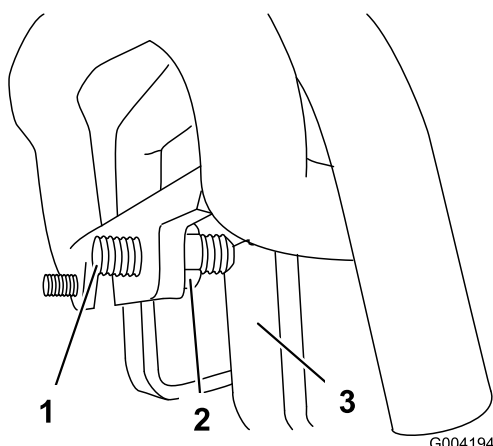

Figura 61
3. Si la unidad de tracción se desvía a la **izquierda**, afloje la contratuerca de la **derecha** y ajuste el tornillo de fijación de desplazamiento en la parte delantera del control de tracción (**Figura 61**).
4. Si la unidad de tracción se desvía a la **derecha**, afloje la contratuerca de la **izquierda** y ajuste el tornillo de fijación de desplazamiento en la parte delantera del control de tracción (**Figura 61**).